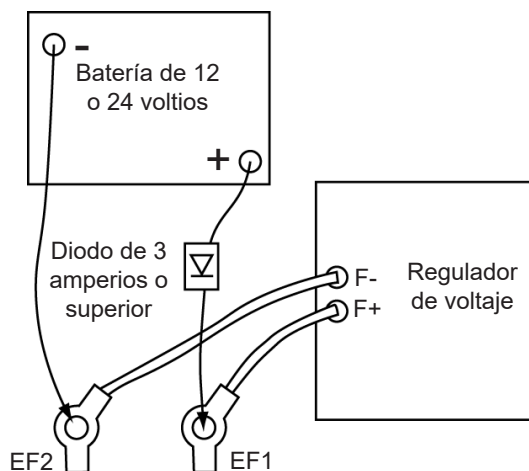

Figura 17 Configuración de la excitación del campo
6. Arranque el generador y compruebe la acumulación de voltaje. Vuelva a excitar si no se acumula el voltaje de salida del generador o se excita con el generador en funcionamiento, los cables de la bobina inductora conectados al regulador y un diodo de 3 amperios o más que sale del terminal positivo de la batería según la Figura 17.